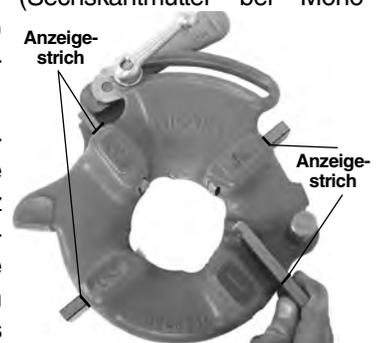

Abbildung 8 – Einsetzen der Schneidbacken
4. Heben Sie die Zunge der Scheibe aus dem Schlitz in der Größenskala. Bewegen Sie die Scheibe zum Ende des Schlitzes (Abbildung 8).
des Schneidkopfs ist (siehe Abbildung 8). Die Zahlen auf den Schneidbacken müssen denen an den Schlitzzen des Schneidkopfs entsprechen. Wechseln Sie Schneidbacken immer als Satz – Schneidbacken aus verschiedenen Sätzen nicht mischen.